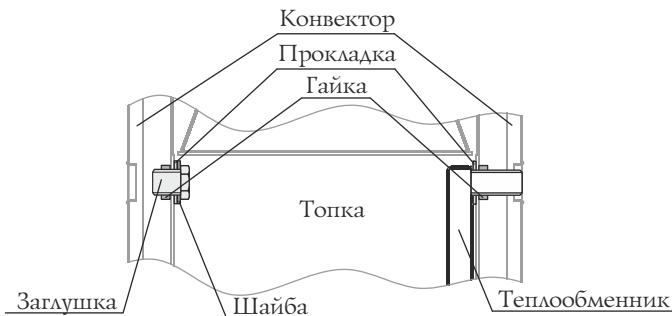

Рисунок 9. Демонтаж теплообменника и заглушек печи «Тунгуска XXL 2013»
3. Снять теплообменник (рисунок 9) раскрутив гайки 2 шт. и вынув его из отверстий, прокладки остаются на штуцерах;